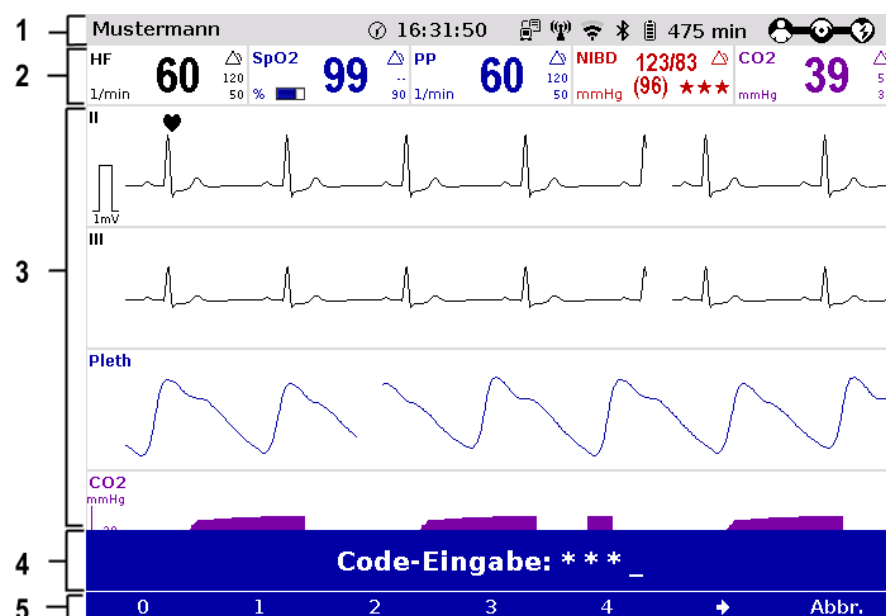

Bild 4-2 Monitoreinheit, Grundaufbau der Bildschirmseiten
In der Status-/Alarmzeile (Bild 4-2, Pos. 1) werden folgende Daten angezeigt:
Im Parameterbereich (Bild 4-2, Pos. 2) des Bildschirms werden die gemessenen Parameter mit den konfigurierten Alarmgrenzen dargestellt.
Im Kurven- und Anzeigebereich (Bild 4-2, Pos. 3) des Bildschirms können für Überwachungsfunktionen bis zu 6 Kurven von Messwerten dargestellt werden.
- Nachrichtenzeile** In der Nachrichtenzeile (Bild 4-2, Pos. 4) des Bildschirms werden zusätzliche Interaktionen mit der Oberfläche angezeigt, um z. B. den PIN-Code für den Betreiber-Modus oder die Patientendaten einzugeben.
- Softkeyzeile** In der Softkey-Zeile (Bild 4-2, Pos. 5) wird die aktuelle Belegung der Softkeys angezeigt.